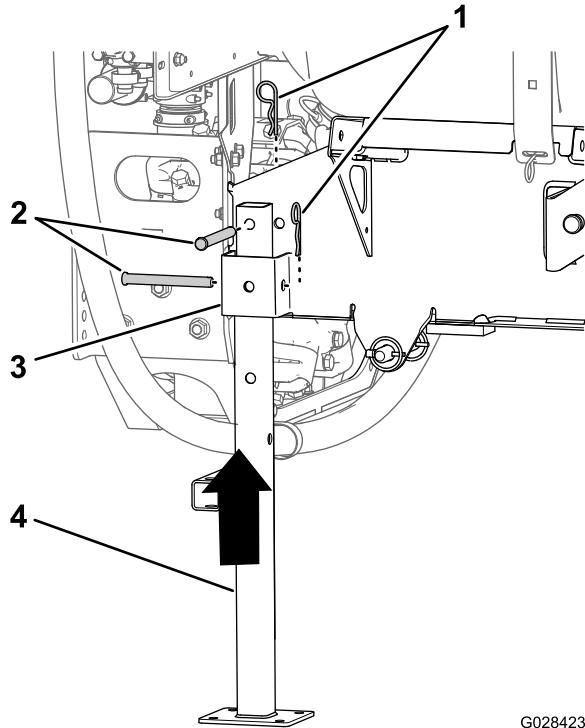

Figure 136
5. Alignez pied de support arrière sur le logement correspondant (Figure 136).
6. Alignez le trou en haut du pied de support et le trou dans le cadre du patin de la cuve (Figure 136).
7. Fixez le pied de support à son logement et au cadre à l'aide de 2 axes de chape ($\frac{1}{2} \times 4\frac{1}{2}$ po) et 2 goupilles fendues ($5/32 \times 2\frac{5}{8}$ po), comme montré à la Figure 136.